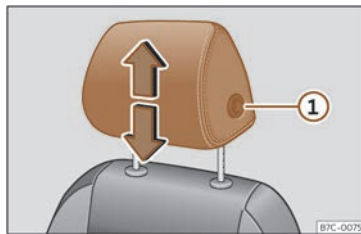
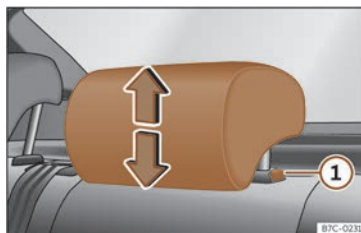

Abb. 69 Vordersitz:
Abb. 70 Kopfstütze hinten:
Gehen Sie zum Absenken auf gleiche Weise vor und drücken Sie die seitliche Taste (1) >>> (Abb. 69), >>> (Abb. 70).